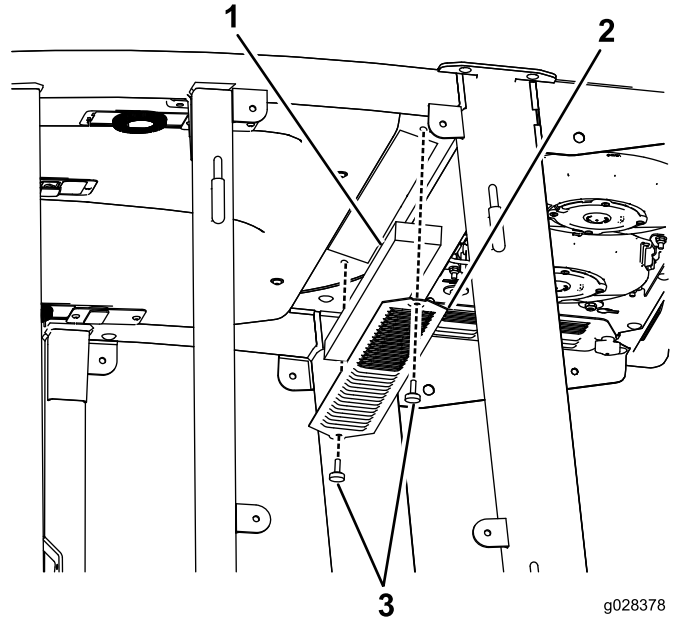
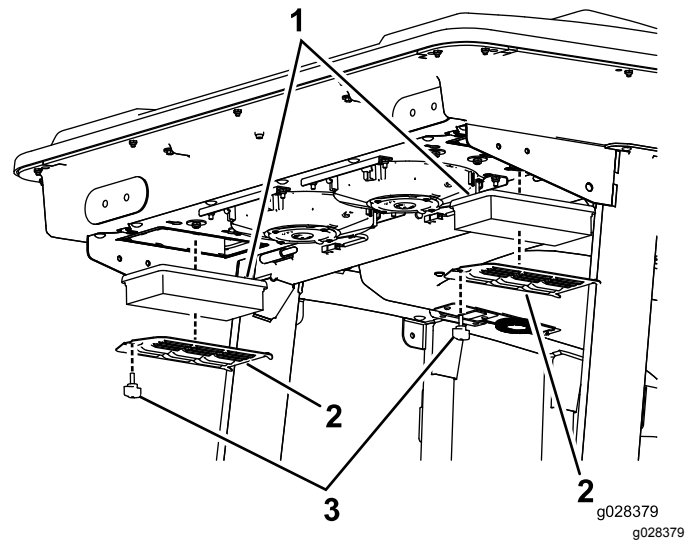

図 91
図 92
1. 室内用と後部用のエアフィルタからねじを外して格子を外す **図 91**と**図 92**。